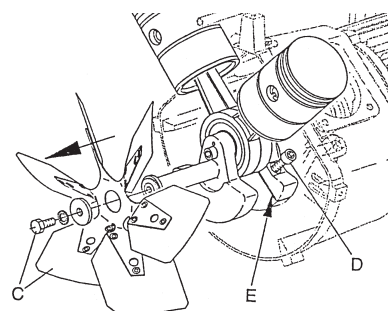

Bild 2
- Lüfterflügel ausbauen (Bild 2, Pos. C).
- Klemmschraube (Bild 2, Pos. D) lösen und Klemmgewicht des hinteren Ausgleichsgewicht aufspreizen.